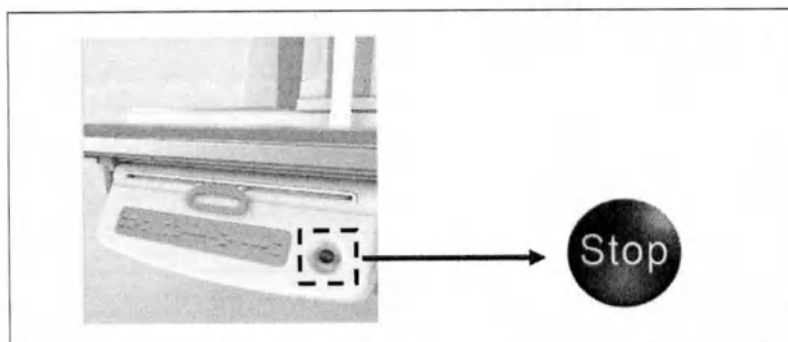

Рисунок 2.8.38 – Аварийная кнопка на передней стороне корпуса детектора
- одна расположена на передней стороне корпуса детектора (рисунок 2.8.38);